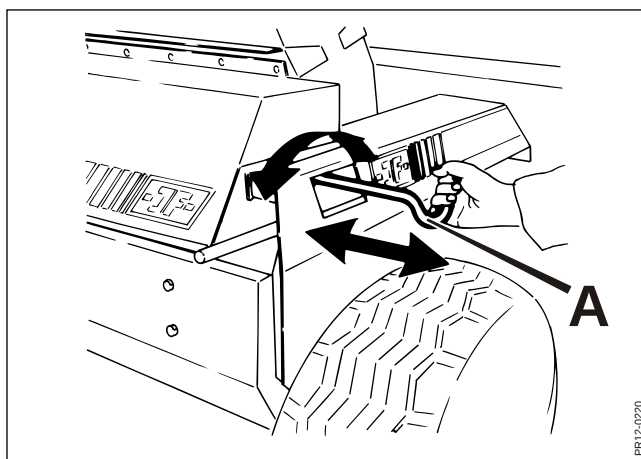

Fig. 4-26
- Fig. 4-26** 3. Slibestenen indstilles, så den står 2-3 mm fra knivene, ved at dreje håndtag A.